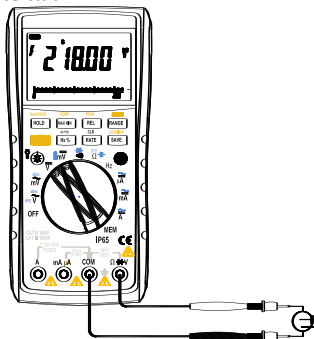

Рисунок 3-2
- Б. Вставьте черный щуп в гнездо "COM" и красный щуп в гнездо " $\Omega \rightarrow V$ " (см. Рисунок 3-2 схема подключения).